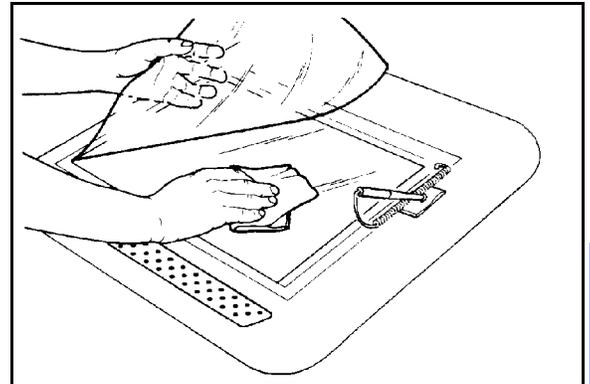

Figura 5: Limpeza do Painel de Edição
- 2 Levante a Cobertura Plástica Transparente e limpe a superfície superior do Painel de Edição até ficar limpa e seca, como ilustrado na Figura 5.